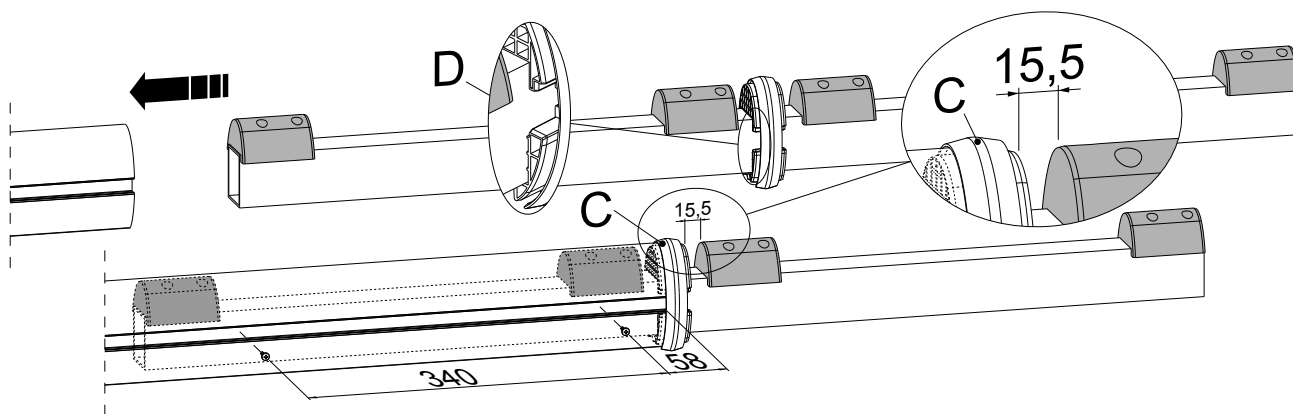
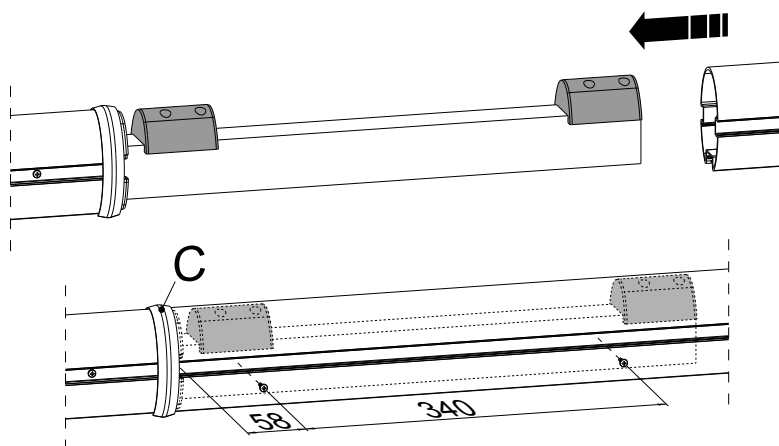

fig. 3
fig. 4
- 3\_ Inserire il giunto nello spezzone appena montato, lato tappo (fig. B) prestando attenzione al verso di inserimento (vedi dett. D fig. 3). Inserire bene l'estremità dell'asta nel corpo di giunzione (C fig. 3), aiutandosi con un martello in plastica;
- 4\_ mantenendo il corpo di giunzione (C fig. 3) ad una distanza di 15,5 mm dal tampone, fissare l'asta al giunto con le viti autoperforanti fornite, alle quote mostrate in fig. 3 (da ambo i lati dell'asta);
- 5\_ infilare l'altro spezzone di asta (precedentemente tagliato a misura, se necessario) dal lato attacco flangia (fig. A) sull'estremità scoperta del giunto. Inserire bene l'estremità dell'asta nel corpo di giunzione (C fig. 4), aiutandosi con un martello in plastica. Fissarlo quindi al giunto con le viti in dotazione, alle quote mostrate in fig. 4;
- 3\_ Insert the gasket into the fitted length, cap side (fig. B), paying attention to its orientation (see detail D fig. 3). Insert the bar end into the connecting body (C fig. 3), using a rubber hammer;
- 4\_ keeping the connecting body (C fig. 3) at a distance of 15.5mm from the stopper, fix the bar to the gasket with the self-piercing screws supplied, at the measurements shown in fig. 3 (both sides of the bar);
- 5\_ Insert the other bar length (previously cut to measure, if necessary) from the flange connection side (fig. A) onto the uncovered end of the gasket. Insert the bar end into the connecting body (C fig. 4), using a plastic hammer. Fix to the gasket with the screws supplied, at the measurements shown in fig. 4;
- 3\_ Setzen Sie die Verbindung in das soeben montierte Teilstück, Seite Abdeckung (Abb. B), und achten Sie dabei auf die richtige Einsetzrichtung (siehe Detail D, Abb. 3). Setzen Sie das Ende der Stange gut in den Verbindungskörper (C, Abb. 3) ein und verwenden Sie dazu einen Kunststoffhammer.
- 4\_ Halten Sie den Verbindungskörper (C, Abb. 3) in einem Abstand von 15,5 mm vom Puffer und befestigen Sie die Stange mit den mitgelieferten selbstschneidenden Schrauben an der Verbindung; beachten Sie dabei die Quoten, die auf Abb. 3 angegeben werden (auf beiden Seiten der Stange).
- 5\_ Stecken Sie das andere Teilstück der Stange (falls erforderlich zuvor auf Länge geschnitten) von der Seite des Flansch-Anschlusses (Abb. A) am freien Ende der Verbindung ein. Setzen Sie das Ende der Stange gut in den Verbindungskörper (C, Abb. 4) ein und verwenden Sie dazu einen Kunststoffhammer. Befestigen Sie dann die Verbindung mit den mitgelieferten Schrauben; beachten Sie dabei die auf Abb. 4 angegebenen Quoten.
- 3\_ Insérer le joint dans le tronçon à peine monté, côté bouchon (fig. B) en respectant le sens de l'introduction (voir détails D fig. 3). Introduire correctement l'extrémité de la tige dans le corps du raccord (C fig. 3) en utilisant un marteau en caoutchouc ;
- 4\_ en maintenant le corps du raccord (C fig. 3) à une distance de 15,5 mm du tampon, fixer la tige au raccord avec les vis taraudeuses fournies, aux cotes indiquées sur la fig. 3 (des deux côtés de la tige) ;
- 5\_ enfiler l'autre tronçon de tige (préalablement coupé à la mesure correcte, éventuellement) du côté raccord de bride (fig. A) sur l'extrémité découverte du raccord. Introduire correctement l'extrémité de la tige dans le corps du raccord (C fig. 4) en utilisant un marteau en caoutchouc. Le fixer ensuite au raccord avec les vis fournies, aux cotes indiquées sur la fig. 4 ;
- 3\_ Introduzca el acoplamiento en la sección apenas montada, lado tapón (fig. B) poniendo atención en la dirección de introducción (véase detalle D fig. 3). Introduzca bien el extremo del asta en el cuerpo de acoplamiento (C fig. 3), ayudándose con un martillo de plástico;
- 4\_ Manteniendo el acoplamiento de unión (C fig. 3) a una distancia de 15,5 mm del tapón, fije el asta al acoplamiento con los tornillos autoperforantes suministrados, mostrados en la fig. 3 (de ambos lados del asta);
- 5\_ Introduzca la otra sección del asta (cortada previamente a medida si fuera necesario) del lado del enganche brida (fig. A) en el extremo descubierto del acoplamiento. Introduzca bien el extremo del asta en el acoplamiento de unión (C fig. 3), ayudándose con un martillo de plástico; Fíjelo al acoplamiento con los tornillos entregados, según las medidas mostradas en la fig. 4;
- 3\_ Inserir a junta na parte que se acabou de desmontar, lado tampa (fig. B) prestando atenção ao sentido de introdução (ver det. D fig. 3). Inserir bem a extremidade da haste no corpo de junção (C fig. 3), com auxílio de um martelo de plástico;
- 4\_ mantendo o corpo de junção (C fig. 3) a uma distância de 15,5 mm do tampão, fixar a haste à junta com os parafusos auto-perfurantes fornecidos, nas posições ilustradas na fig. 3 (de ambos os lados da haste);
- 5\_ introduzir a outra parte da haste (anteriormente cortada à medida, se necessário) pelo lado encaixe flange (fig. A) na extremidade descarnada da junta. Inserir bem a extremidade da haste no corpo de junção (C fig. 4), com auxílio de um martelo de plástico. Em seguida fixar à junta com os parafusos fornecidos, nas posições mostradas na fig. 4;